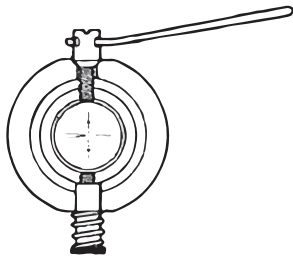

Abbildung 11
Entfernen Sie die Okularabdeckung (12). Drehen Sie die Einstellschraube mit dem Stift (Abb. 11), bis die Werte b2' und b2 übereinstimmen. Bringen Sie die Okularabdeckung wieder an.
Retire la tapa del ocular (12). Girar el tornillo de ajuste con el pasador (Fig. 11) hasta que los valores b_2' y b_2 sean iguales. Vuelva a colocar la tapa del ocular.